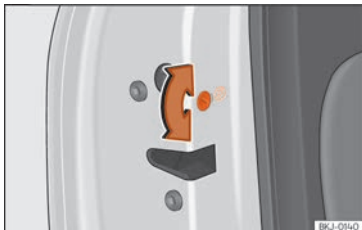

**Fig. 140** Sicura per bambini della porta sinistra.
- Con la porta aperta, girare con la chiave del veicolo la feritoia in senso antiorario per le porte a sinistra »» **fig. 140** e in senso orario per le porte a destra.
- Con la porta aperta, girare con la chiave del veicolo la feritoia in senso antiorario per le porte a destra e in senso orario per le porte a sinistra »» **fig. 140**.